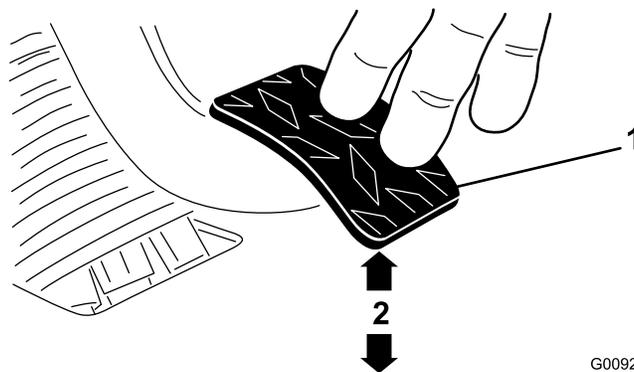

Рисунок 70
3. Регулируйте зажимные гайки или шарнир до тех пор, пока нижняя сторона задней кромки педали сцепления не будет находиться на расстоянии 9,2 – 9,8 см от верха доски пола с ромбовидным рисунком, когда к педали прикладывается усилие 1,8 кг (Рисунок 70).